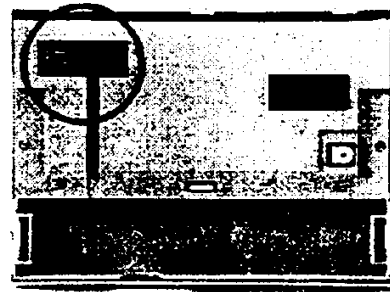

Рис. 1: Расположение переключки
1. Удалите крышку (см. стр. 23, рис.1)
1. Удалите крышку (см. стр. 23, рис. 1)
Переключка находится за крышкой XI 582АН (рис. 1). Цифры на странице 19 указывают операции для получения доступа к переключке.